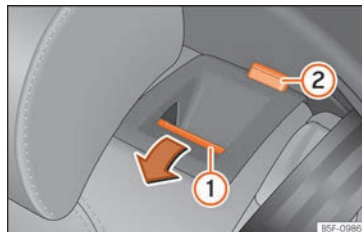

Fig. 152 Sullo schienale del sedile posteriore: tasto di sblocco ①; tacca rossa ②
- Premere il tasto di sblocco » fig. 152 ① in avanti e, contemporaneamente, ribaltare lo schienale. Lo schienale posteriore è sbloccato quando si vede la tacca rossa sul tasto ②.